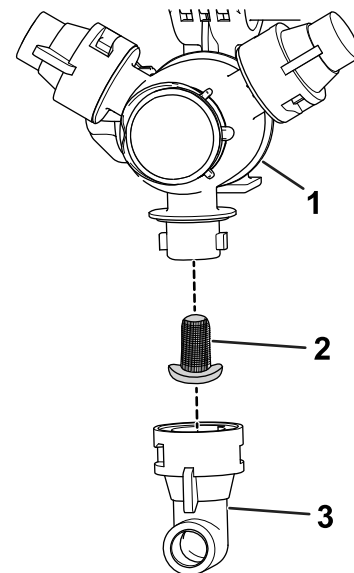

Bild 56
2. Nehmen Sie die Düse vom Sprühdrehkreuz ab (Bild 56).
3. Entfernen Sie den alten Düsenfilter (Bild 56).
4. Setzen Sie den neuen Düsenfilter ein (Bild 56).
5. Setzen Sie die Düse auf das Sprühdrehkreuz auf (Bild 56).